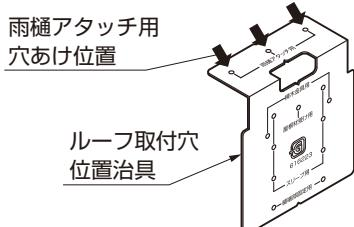

図11-43
- ルーフ取付穴位置治具を樋にあて、ケガキ、ドリルで水抜き穴 $\phi 36$ と雨樋アタッチメント取付穴 $\phi 3.2$ をあけてください。(図11-43、11-44参照)